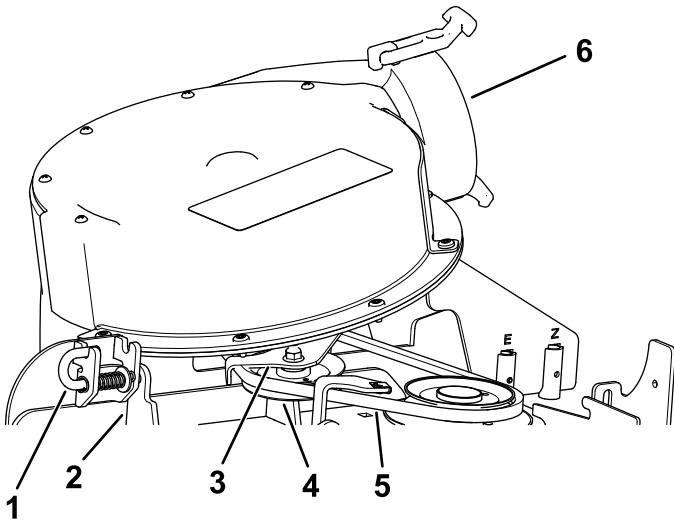

Figura 43
4. Spostate il perno di bloccaggio dalla posizione di blocco alla posizione di apertura (Figura 43).
5. Chiudete il gruppo del soffiatore e allineate il perno di bloccaggio con il foro sulla staffa della guida di carico (Figura 43).